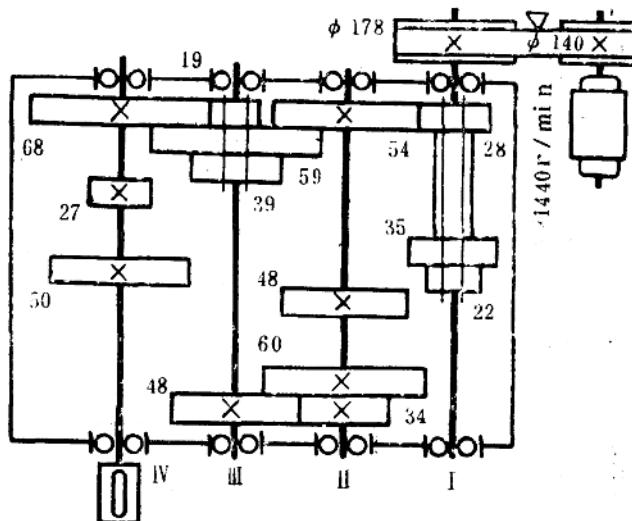
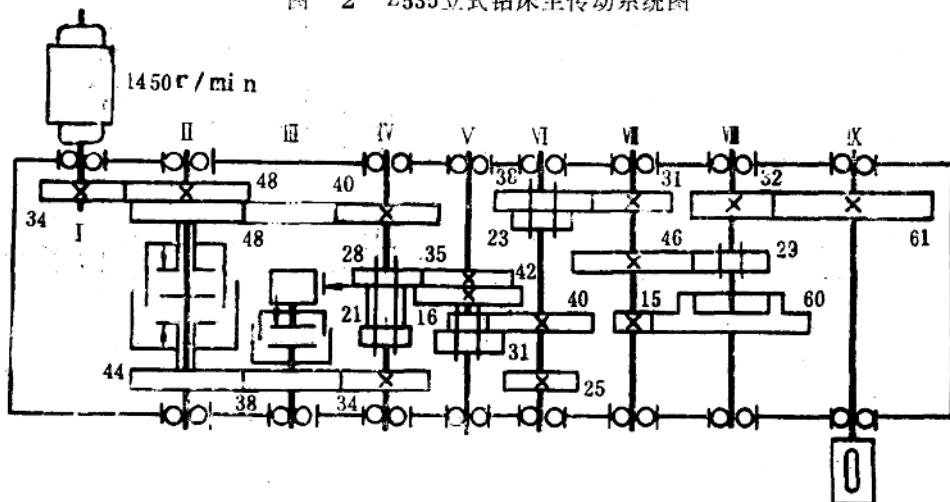

图 2 Z535立式钻床主传动系统图
图 3 Z3080摇臂钻床主传动系统图
16. 按图2、图3的传动系统图，求这两台机床主轴的最高、最低转速、主轴转速级数，分析并比较这两个主运动链的特点。